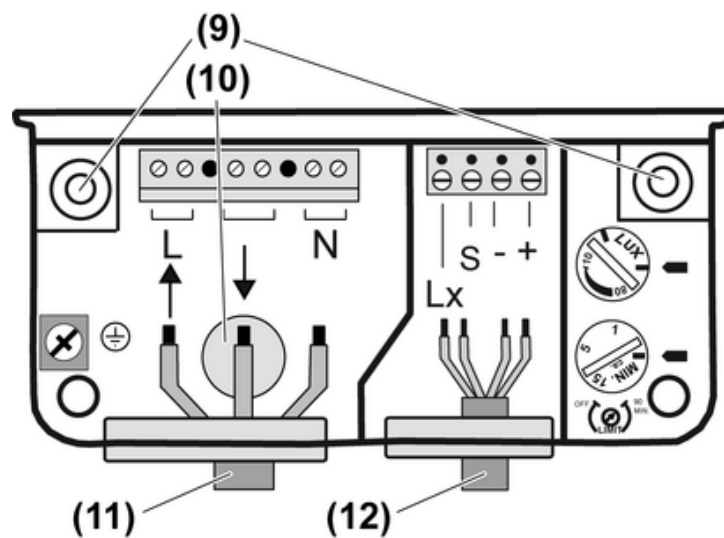

Bild 9: Anschlussraum Leistungsteil
- Bei rückseitiger Leitungseinführung der Netzleitung Gummifülle (10) durchstoßen (Bild 9).
- Leistungsteil mit zwei Schrauben (9) befestigen.
- Netzleitung (11) und Leitung zu den System-Sensoren (12) ins Anschlussgehäuse einführen und anschließen (siehe Leistungsteil anschließen).